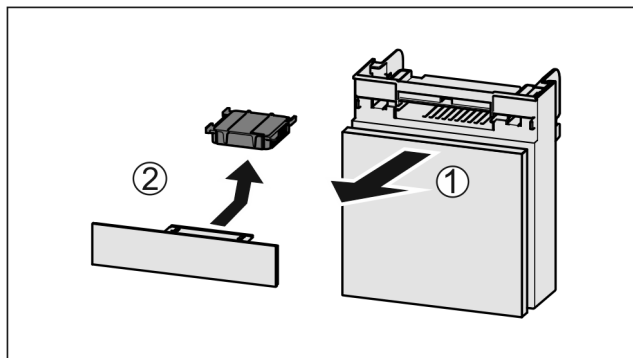

Fig. 34
- ▶ Издърпайте *Fig. 34 (1)* напред от отделението.
- ▶ Извадете *Fig. 34 (2)* филтъра с активен въглен.